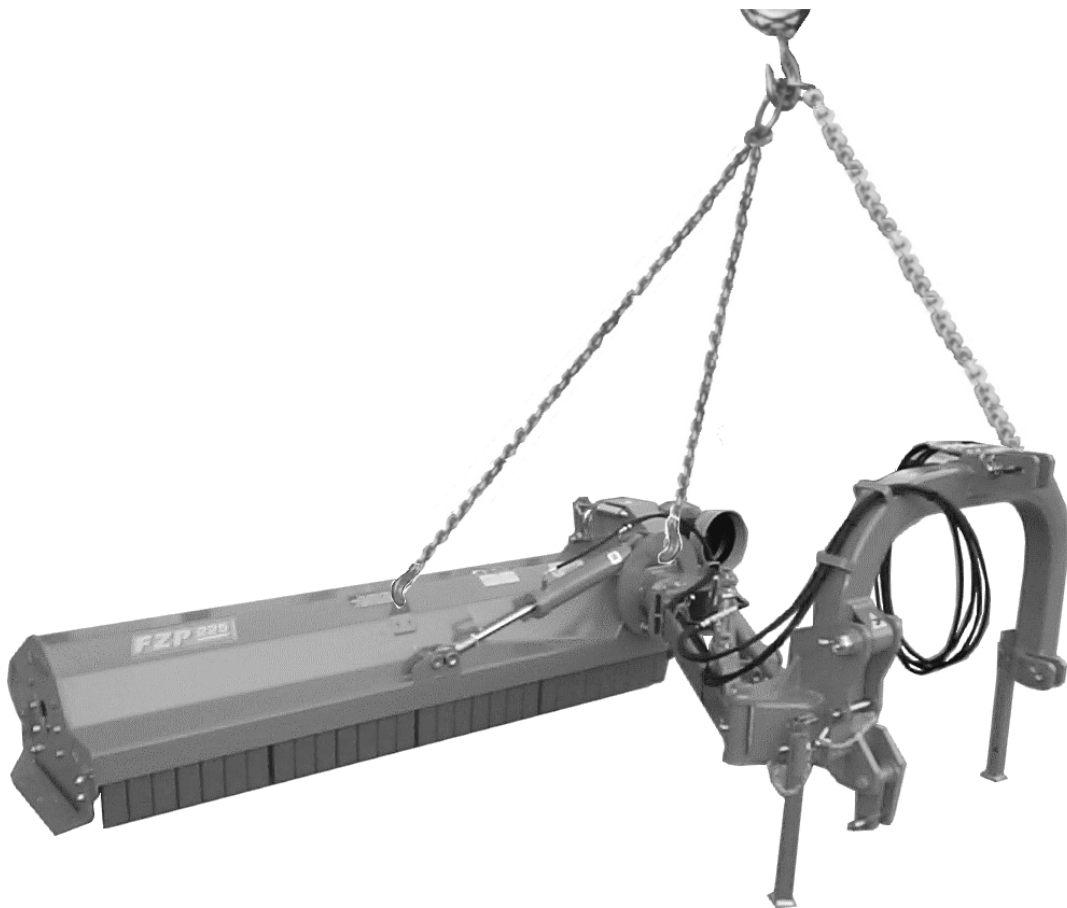

Bild 3-10 Lyft av FZL-FZP
- För klippare i serie **FZL-FZP**, lyft enligt bild 3-10.